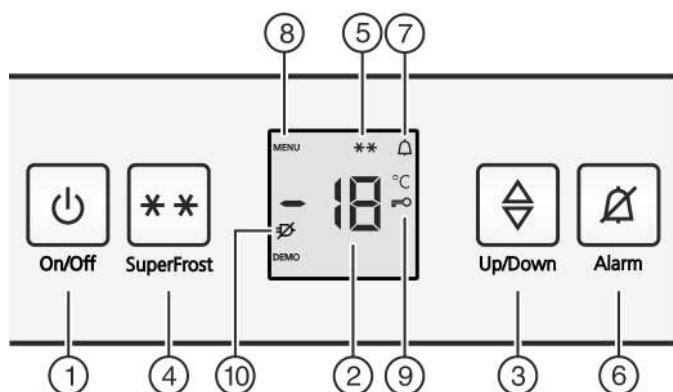

Fig. 2
- Вместе с индикацией температуры мигает символ «SuperFrost» Fig. 2 (5).*
- ▶ Нажать кнопку On/Off Fig. 2 (1).
- ▶ Активация режима настройки: Нажмите кнопку SuperFrost Fig. 2 (4) и удерживайте ее прим. 5 секунд.
- ▷ На индикаторе будет отображаться символ «Меню» Fig. 2 (8).
- ▶ Для подтверждения нажать и отпустить кнопку «SuperFrost» Fig. 2 (4).
- ▷ На индикаторе горит символ «Защита от детей» Fig. 2 (9).
- ▷ Функция защиты от детей включена. Если необходимо выйти из режима настройки: ▶ нажмите и отпустите кнопку "On/Off" Fig. 2 (1).
- ▷ Символ «Защита от детей» Fig. 2 (9) гаснет.
- ▷ Функция защиты от детей выключена. Если необходимо выйти из режима настройки: ▶ нажмите и отпустите кнопку "On/Off" Fig. 2 (1).
► Нажмите кнопку Alarm Fig. 2 (6).
Одновременно мигает индикация температуры и символ тревоги Fig. 2 (7).
Звуковой сигнал выключается автоматически, символ аварийного сигнала Fig. 2 (7) выключается и индикатор температуры перестает мигать, если температура снова становится достаточно низкой.